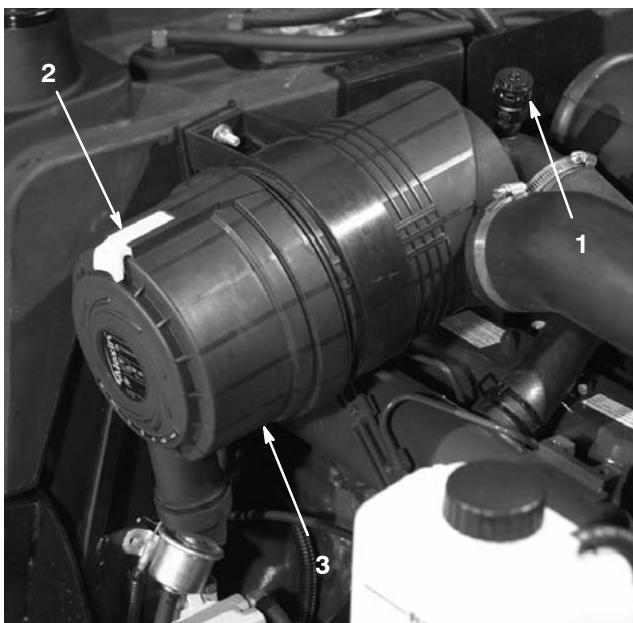

Figure 43
Faites l'entretien des filtres à air quand l'indicateur de colmatage (Fig. 43) est rouge ou toutes les 400 heures (plus souvent s'il y a beaucoup de poussière ou de saleté). N'effectuez pas l'entretien du filtre à air plus souvent.
1. Tirez le verrou vers l'extérieur et tournez le couvercle du filtre à air dans le sens anti-horaire. Enlevez le couvercle (Fig. 43) et nettoyez l'intérieur.
- Réarmez l'indicateur de colmatage (Fig. 43) s'il est rouge.